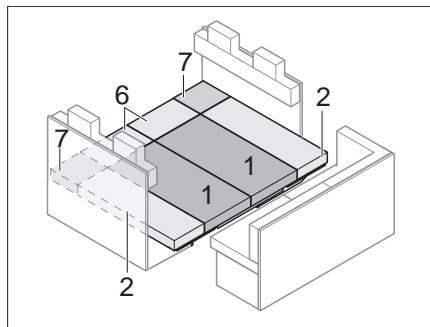

Bild 152 Nach dem Umbau
- Sitz-, Rücken- und Zusatzpolster wie in Bild 152 gezeigt auflegen.